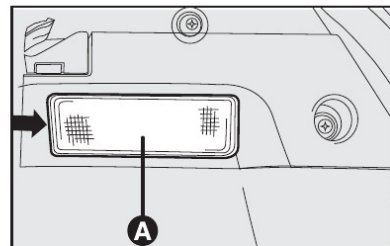

fig. 31
- montar o plafoniera **A-fig. 31**, introduzindo-o na sua correta posição, primeiro de um lado e depois no outro lado até perceber o bloqueio.